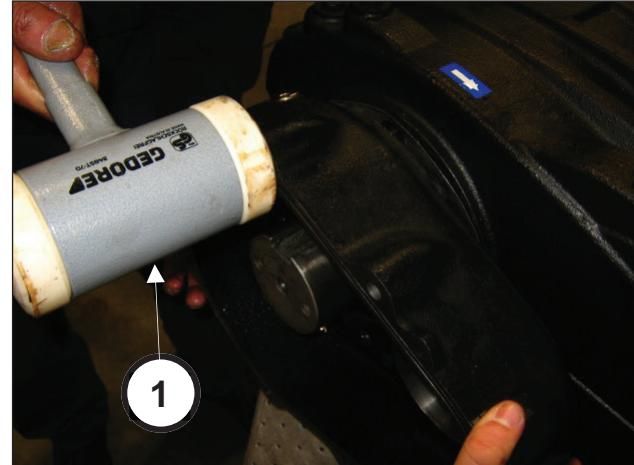

Рис. 63
Установите корпус редуктора (с соответствующим уплотнением) с помощью ударной массы (поз. ①, Рис. 63).